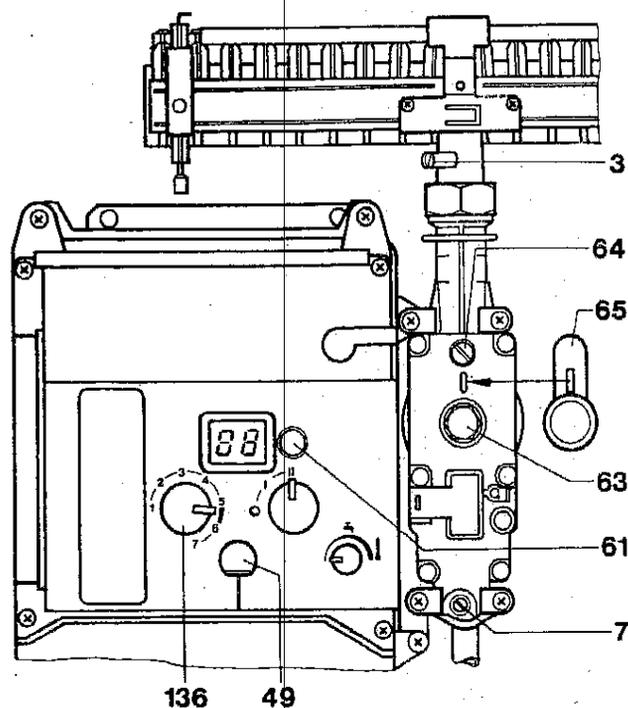

Fig. 29 Cuerpo de gas CE 426 para gas natural y G.L.P.
1. Retirar la tapa de protección precintada 65, fig. 29 y 30, situada encima de los dos tornillos de regulación de gas.
6. Ajustar el interruptor de modos de funcionamiento 49, fig. 29 y 30, en "Start".